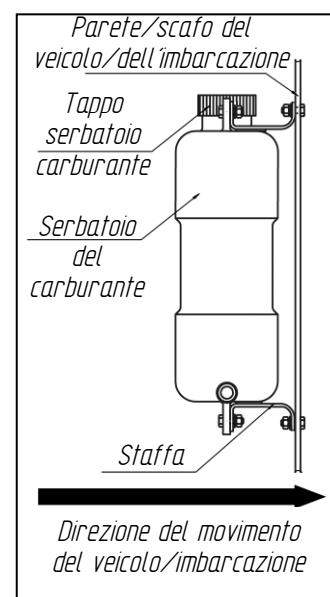

Fig. 16 Installazione del serbatoio del carburante
Quando si installa il serbatoio del carburante (Fig.16), considerare la praticità del rifornimento. Installare il serbatoio del carburante in modo che sia possibile controllare visivamente la quantità di carburante e le sue potenziali perdite dall'ingresso, dalla bocchetta di aspirazione del carburante o dalle giunzioni.
**Il serbatoio del carburante deve essere installato con il lato più largo perpendicolare alla direzione del movimento del veicolo/imbarcazione (vedi Fig. 16).**